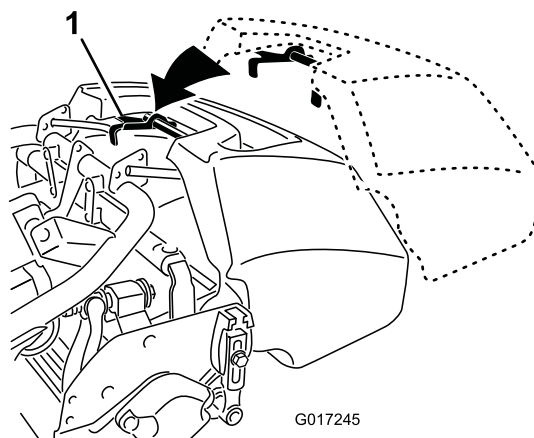

Рисунок 19
1. Возьмите травосборник за рукоятку (Рисунок 19).
2. Вставьте край травосборника между боковыми пластинами режущего блока и над передним валиком (Рисунок 19).
3. Зацепите крюки травосборника за петлю рамы (Рисунок 19).